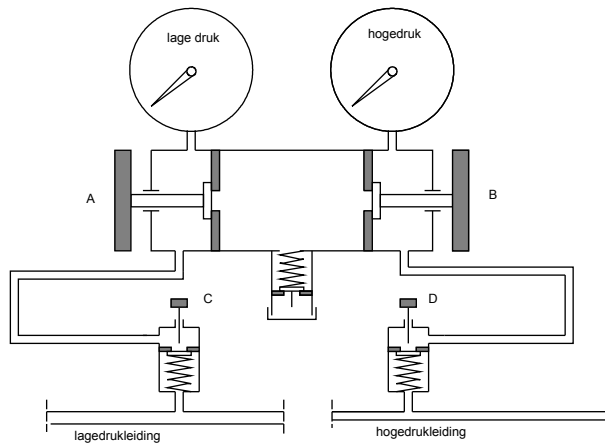

Fig. 6.1 De meterset is aangesloten. Kranen staan nog gesloten.
2) Voor het aansluiten van de meterset kunnen nu de koppelingen C en D op de aansluitnippels van de aircoinstallatie worden gedrukt. De Schrader-ventielen op de auto geven dan nog geen verbinding met de meterset. Zie fig. 6.1